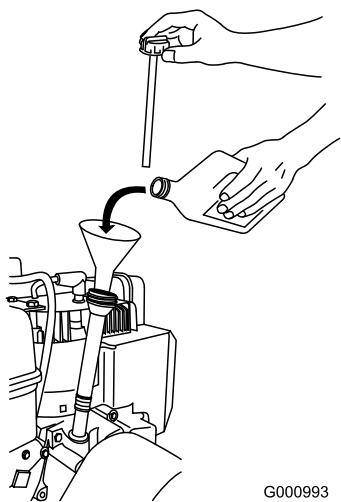

Figure 18
1. Retirez la jauge et versez de l'huile **lentement** dans le goulot de remplissage pour faire monter le niveau de liquide jusqu'au repère du plein (Full) sur la jauge. **Ne remplissez pas excessivement** (Figure 18).